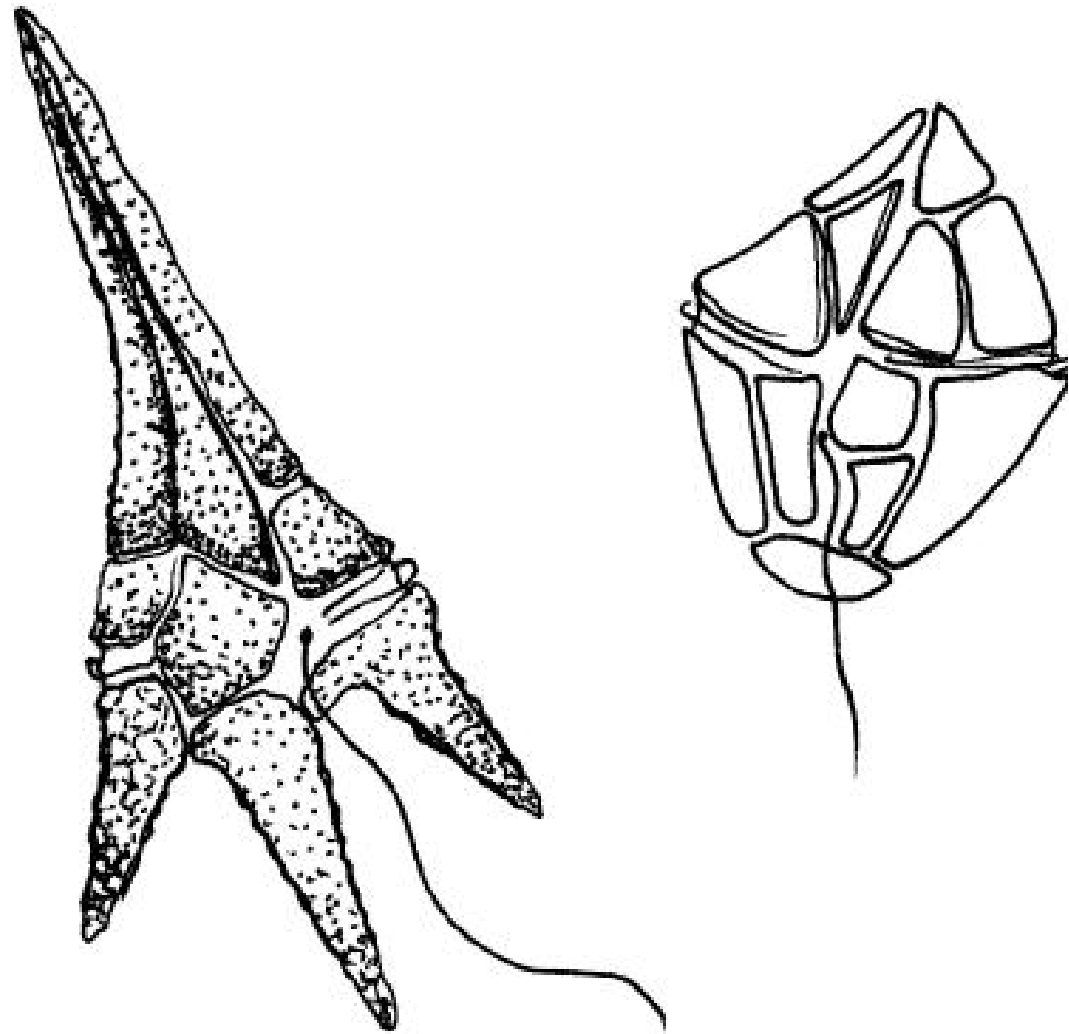

Рис. 3.8. Динофитовые водоросли (вариант 1)
- ◆ динофитовые (см. рис. 3.8 и 3.9);